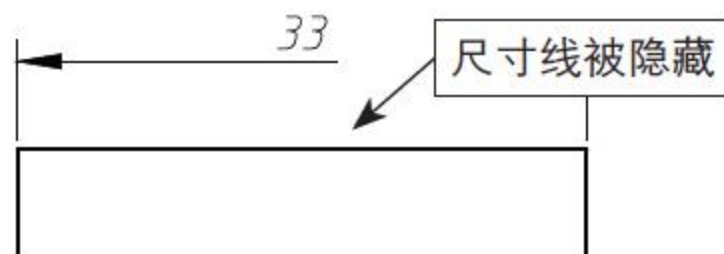

图5-12 【隐藏尺寸线1】效果图
- 隐藏：【尺寸线1】和【尺寸线2】分别控制了第一条和第二条尺寸线的可见性，如图5-12所示。